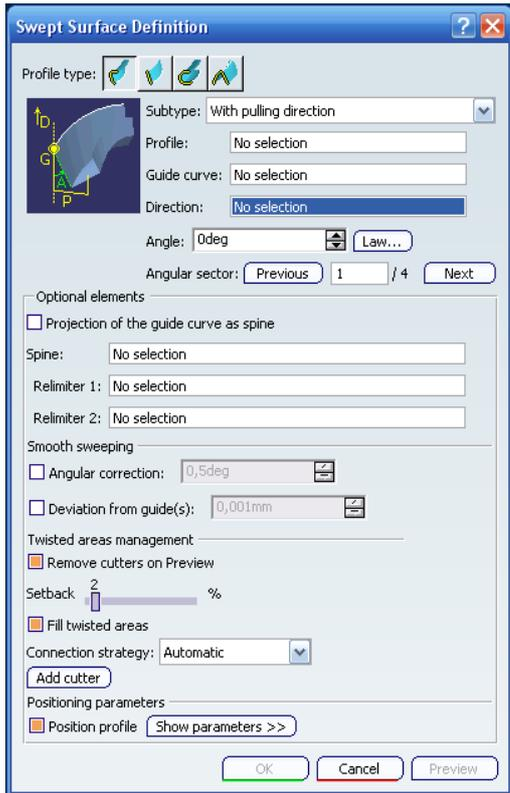

Ilustración 397: Definición del barrido por perfil explícito With pulling direction.
3.- *With pulling direction*: es equivalente al subtipo *With reference surface* con un plano de referencia normal a la dirección seleccionada en la ventana de definición que se muestra en la Ilustración 397.